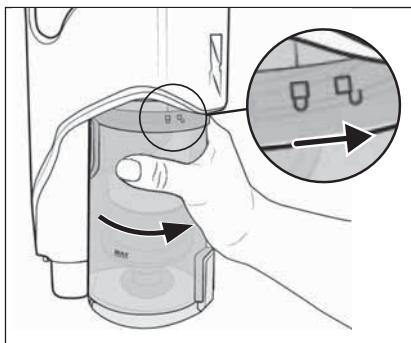

Fig. 28
- 8) Sæt smudsbeholderen ⑦ ind i produktet igen, og drej den i retning af symbolet (luk), indtil den sidder fast i produktet (se fig. 28).